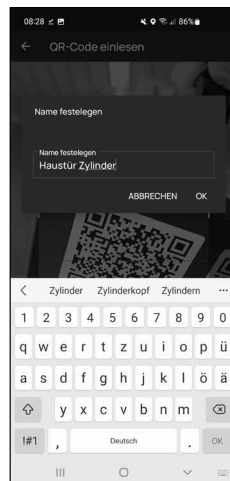

Fig. 6
- 7 Na janela seguinte, será solicitado um nome para o cilindro. Quando se utilizam vários cilindros e componentes secuENTRY, recomenda-se dar um nome ao cilindro para que se possa identificar diretamente o que é e onde o cilindro está localizado ou fixado. No exemplo destas instruções, o cilindro tem o título "Cilindro da porta da frente". Confirme o nome com "OK" (Fig. 6).